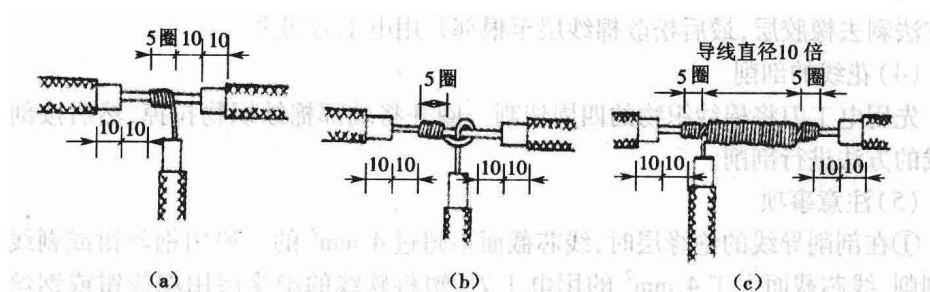

图 1-1-13 单股铜芯导线的 T 字分支连接
②单股导线的 T 字分支连接方法:先将支线芯线线头(截面积较小)与干线芯线(截面积较大)作十字相交,使支线留出约 3 ~ 5 mm 根部。当支线截面较小时,将其环绕成结状,再把支线线头抽紧、扳直,然后密缠 5 ~ 8 圈,最后剪去多余芯线并钳平切口毛刺,如图 1-1-13 所示。当支线截面较大时,因绕成结后不易平伏,可在十字交叉后直接并绕 8 圈以上。
③7 股芯线的直线连接方法:先将芯线头拉直,将芯线全长的 $1/3$ 自根部绞紧,其余部分分散成伞骨状并将每股芯线拉直,接着将两伞骨状线头隔股对叉,捏平两端每股芯线;然后将一端的 7 股芯线按 2、2、3 股分成第一、二、三组,扳起第一组芯线并垂直于芯线,按顺时针方向紧贴并缠 2 圈,并缠后再扳成与芯线平行的直角;依次紧